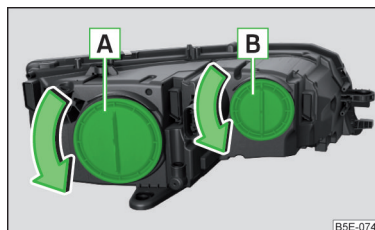

Fig. 356
Emplacement des ampoules » fig. 356
- Tournez le capuchon A » fig. 356 à la page 318 dans le sens des flèches.
- Placez le capuchon **A** » fig. 356 à la page 318 et tournez-le dans le sens inverse des flèches.
- Tourner le capuchon **B** » fig. 356 à la page 318 dans le sens des flèches.
- Placez le capuchon **B** » fig. 356 à la page 318 et tournez-le dans le sens inverse des flèches.